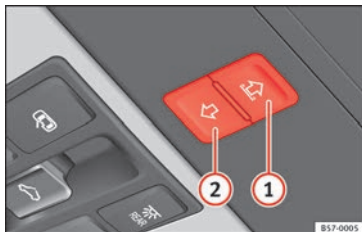

Fig. 133 No revestimento interior do teto: botões da cortina para o sol.
As teclas » **Fig. 133** **(1)** e **(2)** têm dois níveis. No primeiro nível pode abrir-se ou fechar-se a cortina para o sol total ou parcialmente.
- *Cortina para o sol*: antes que decorram aprox. 5 segundos desde a ativação da função antientalamento, pressione a tecla »» **Fig. 133**  até que a cortina para o sol se feche completamente.